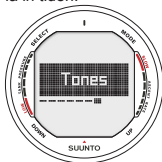

Bild 3.16 Inställning av ljudlarm
7. Ljdsignaler (bild 3.16, 3.17)